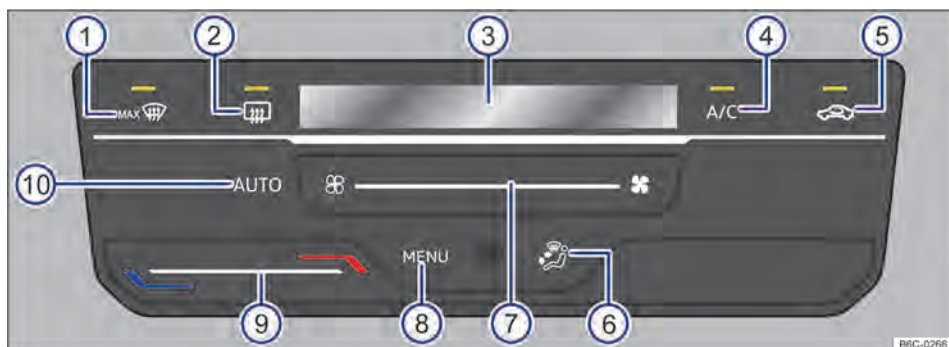

Fig. 79 Mandos del Climatronic.
- **Climatronic:** deslizar el dedo hacia la izquierda bajo el botón de función → fig. 79 (7), después presionar la tecla  de la extremidad izquierda.
Tocando en el botón de función **AUTO** → fig. 79 (10) es posible conectar el modo automático del Climatronic.
el volumen de aire y la distribución de aire se regulan automáticamente. El funcionamiento automático se desconecta cuando la ventilación se cambia manualmente → fig. 79 (7) o cambiando la distribución del aire a través del botón de función → fig. 79 (6).
- **Climatronic:** tocar el botón de función **A/C** → fig. 79 (4) para conectar y desconectar el funcionamiento de la refrigeración.
- *Climatronic*: deslizar el dedo en el botón de función → fig. 79 ⑨.
En la pantalla del Climatronic → fig. 79 ③ se indica la temperatura ajustada.
- *Climatronic*: deslizar el dedo en el botón de función → fig. 79 ⑦.
- *Climatronic*: tocar en el botón de función  → fig. 79 ⑤.
- *Climatronic*: tocar el botón de función → fig. 79 ⑥ para la ubicación deseada, la distribución seleccionada se indicará en la pantalla ③.
- *Climatronic*: tocar en el botón de función  → fig. 79 ①.
- *Climatronic*: tocar en el botón de función  → fig. 79 ②.
→ fig. 79 para abrir el menú del aire acondicionado en la radio.